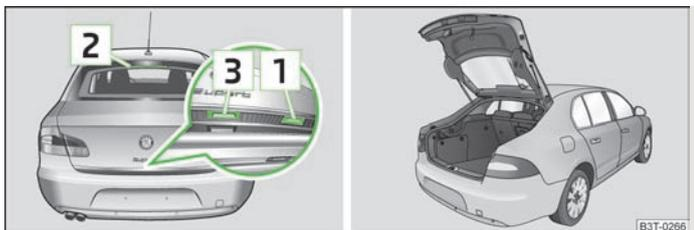

Fig. 19 Manípulo da tampa da bagageira / tampa grande da bagageira aberta
Depois de destrancar o veículo, a tampa grande da bagageira » Fig. 19 pode ser aberta.
- Carregue no manípulo  » Fig. 19 na aresta inferior da tampa da bagageira.